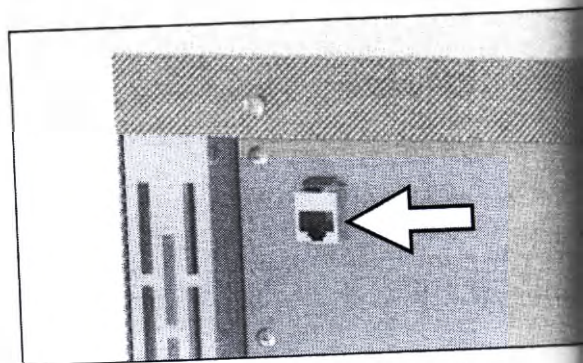
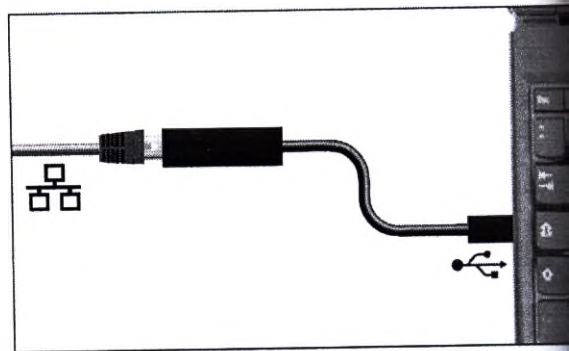

Рис. 4 Интерфейс Ethernet
Рис. 7 Конвертер Ethernet-USB
Интерфейс Ethernet предусмотрен для устройств, соответствующих требованиям стандарта IEC 60950-1. С помощью интерфейса Ethernet возможно подключение устройства к сети и считывание протоколов с помощью программы AtmoCONTROL, предлагаемой в качестве опции. Интерфейс Ethernet находится на задней стороне устройства (Рис. 4).
- Конвертер Ethernet-USB (Рис. 7). С его помощью возможно соединение сетевого порта устройства (см. стр. Рис. 4) с USB-портом компьютера/ноутбука.